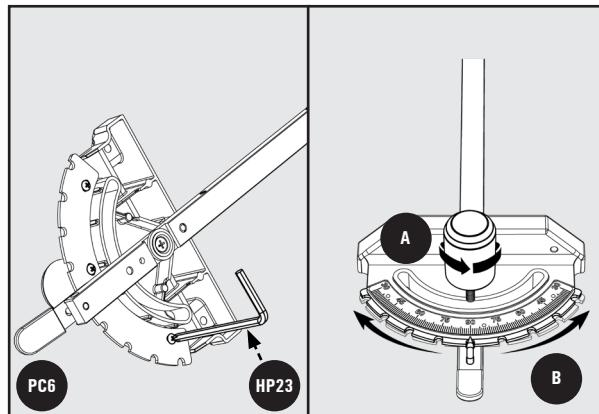

Figure 28
1. Utilisez la Clé Allen 3/16 pouces à double sens Forme L ^{HP23} pour desserrer les 3 vis Phillip à l'arrière du Guide d'onglets ^{PC6}, tel qu'indiqué sur la Figure 28.
2. Déserrez le pommeau **A**, comme sur la Figure 28.
3. Ajustez la tôle crantée **B** afin que l'indicateur mesure l'angle correct, comme sur la Figure 28.